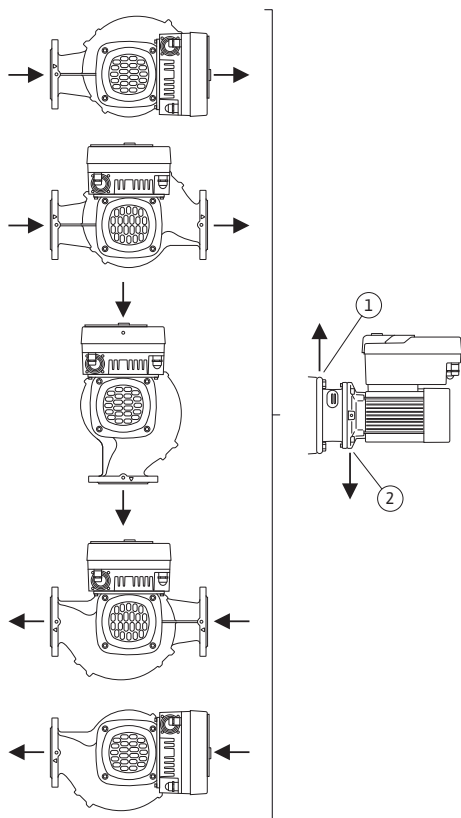

Fig. 8: Toegestane inbouwposities met horizontale motoras
De toegestane inbouwposities met horizontale motoras en elektronicamodule naar boven (0°) zijn in Fig. 8 weergegeven.
De ontluchting van de pomp is optimaal gewaarborgd als het ontluichtingsventiel omhoog wijst (Fig. 8, pos. 1).
In deze positie (0°) kan het condensaat gericht worden afgevoerd via aanwezige boorgaten, het pomplantaarnstuk en de motor (Fig. 8, pos. 2).